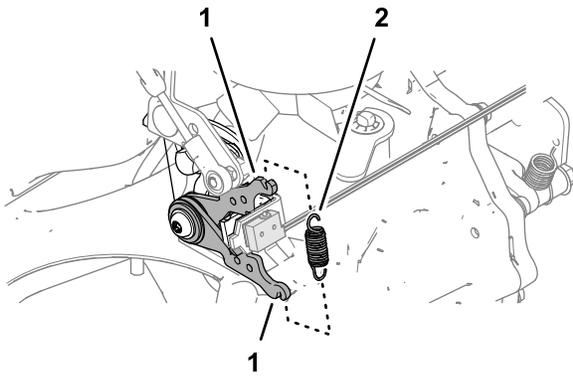

Bild 29
- Bauen Sie die Feder in die Haken des oberen und unteren Rückführarms ein (Bild 29).